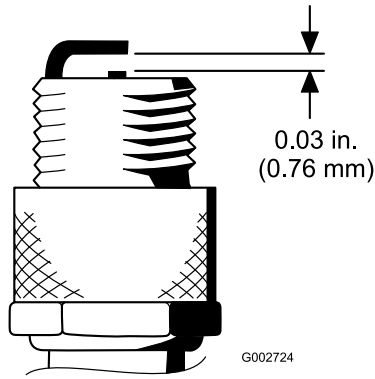

Figura 29
4. Ajuste la distancia entre los electrodos central y lateral a 0,76 mm, tal y como se muestra en la Figura 29).